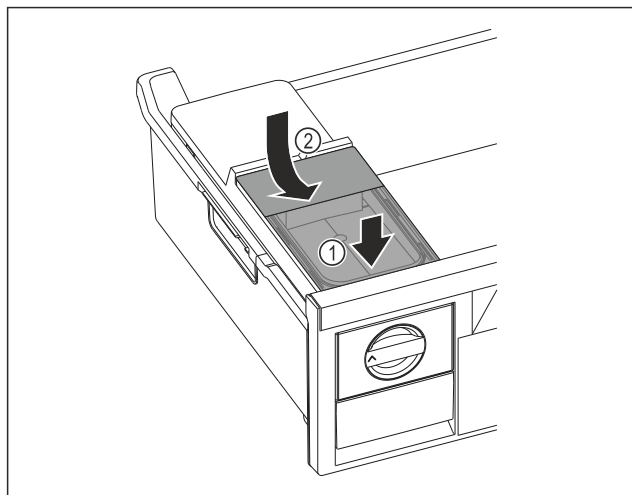

Fig. 76
- Nádržku na vodu nasadíte vpredu. Fig. 76 (1)
► Nádržka na vodu spustíte vzadu. Fig. 76 (2)